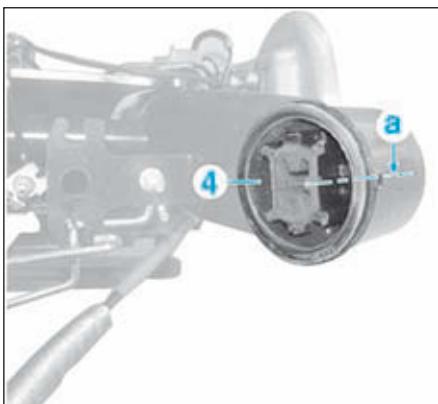

FIG.74
- Tracer un trait en (a) permettant de repérer la position de l'articulation élastique (4) (Fig.74).